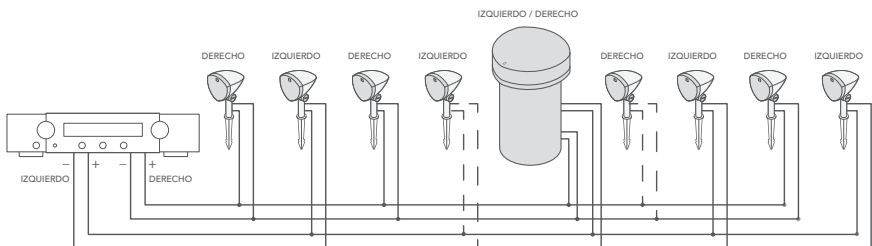

Figura 4
4. Pase el cable del altavoz a través de la zanja, tal como se describe en las instrucciones de cableado de la sección 6 "Instalación de los altavoces satélite" en la página siguiente y en la sección 7 "Instalación del subwoofer". Recomendamos dejar entre 14 y 16 pulgadas de exceso de cable por altavoz para que el cable no se retuerza ni se tense al cubrirlo con tierra en la zanja. La figura 4 muestra el cableado de un sistema completo utilizando un amplificador estéreo.
- Con todos los altavoces y subwoofers correctamente conectados, asegúrese de que el amplificador/receptor esté apagado. Conecte los cables del altavoz izquierdo/derecho a los terminales respectivos positivo (+) y negativo (-) del amplificador/receptor (consulte el diagrama de cableado del amplificador en la figura 4).